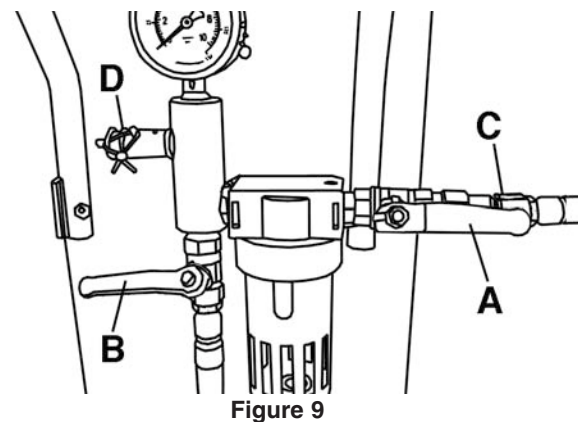
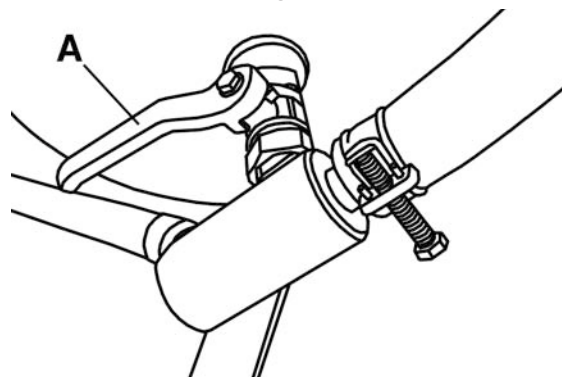
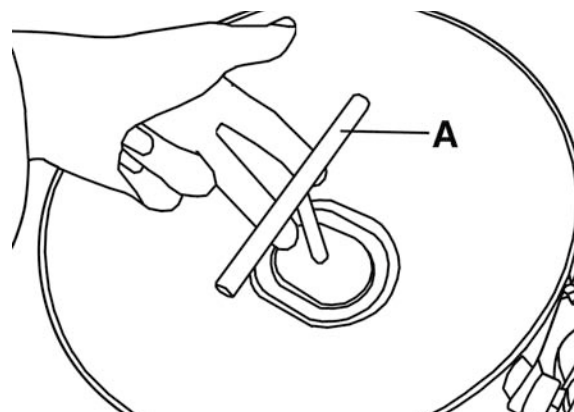

Figure 9
Figure 10
Figure 11
En premier, il faut s'assurer que la soupape d'admission d'air (A) Fig.9 et la soupape du sable (B) sont dans la position fermé (horizontale).
S'assurer aussi que la deuxième soupape du sable (A) Fig.10 sous le réservoir est dans la position fermé (horizontale).
Branchez le boyau à air provenant du compresseur au raccord à connection rapide (C) Fig.9. Démarrez votre compresseur et ajustez la pression de sortie entre 65-120 PSI, dépendant de vos exigences.
Déplacez la soupape d'admission d'air (A) Fig.9 à la position ouverte (verticale), et ensuite soulevez la poignée du couvercle (A) Fig.11 pour sceller le réservoir et le mettre sous pression.
Note: Si la soupape de sûreté (D) Fig.9 déclenche et il y a un échappement d'air, il faut éteindre votre compresseur immédiatement et il faut réajuster (réduire) la pression d'air. Si le réservoir dépasse la pression maximale, il peut exploser, causant de blessures graves ou la mort.
Déplacez la soupape du sable du haut (B) Fig.9 et la soupape du sable du bas (A) Fig.10 à la position ouverte (verticale).
Une fois que l'opération de sablage à jet est terminée, il faut toujours fermer la soupape d'admission d'air (A) Fig. 9 avant de débrancher le boyau d'air (C) provenant du compresseur, sinon l'air résiduel forcera l'abrasif à travers le séparateur d'eau et le raccord à connection rapide, ce qui endommagera le séparateur d'eau.